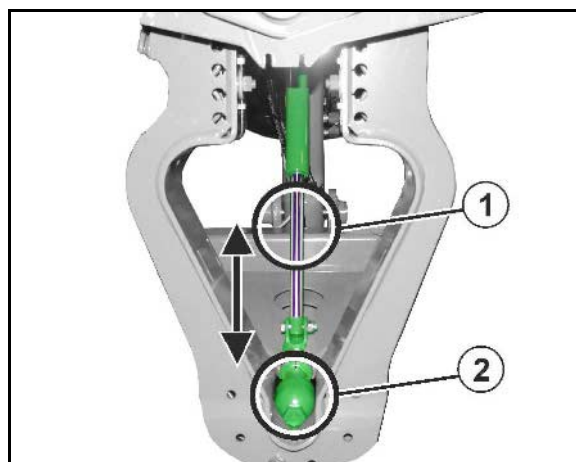

Fig. 98
- Svingningsutjevneren (Fig. 98/1) låses opp og de utfoldede sprøytebommene kan svinge fritt i forhold til bomholderen. På illustrasjonen er svingningsutjevningens avskjerming fjernet for å gi bedre innsyn.